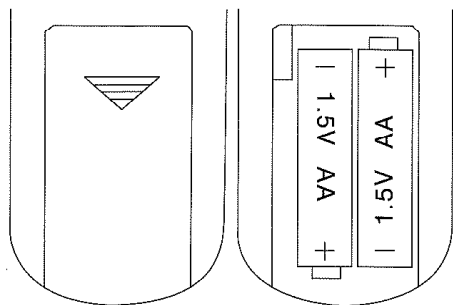
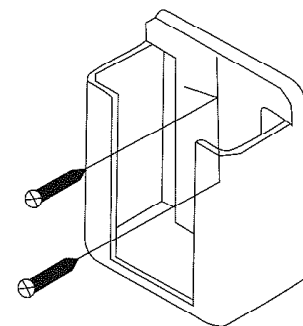

Fig. 3
Fig. 4
3. Para cambiar las pilas del mando a distancia abra el compartimiento de las pilas presionando sobre la tapa con el dedo y deslizando en la dirección de la flecha. (funciona con dos pilas de 1.5V/ tipo AA). (Fig. 3). Si lo desea puede instalar el soporte del mando a distancia fijándolo con dos tornillos. (Fig. 4)